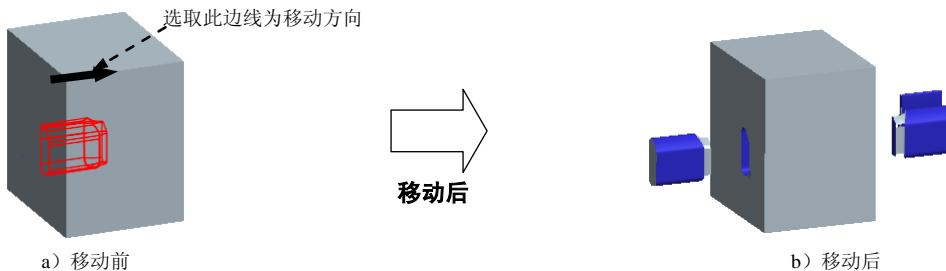

图 17.27 移动滑块
- (1) 选择 **模具** 功能选项卡 **分析** ▾ 区域中的 命令，系统弹出 **MOLD OPEN (模具开模)** 菜单管理器。
- (2) 在系统弹出的“菜单管理器”菜单中选择 **Define Step (定义步骤)** → **Define Move (定义移动)** 命令。
- (3) 选取要移动的滑块 1。
- (4) 在系统的提示下，选取图 17.27 所示的边线为移动方向，然后在系统的提示下输入要移动的距离值-250，然后按 Enter 键。
- (5) 在 **DEFINE STEP (定义步骤)** 菜单中选择 **Define Move (定义移动)** 命令。
- (6) 选取要移动的另一个滑块。
- (7) 在系统的提示下，选取图 17.27 所示的边线为移动方向，然后在系统的提示下输入要移动的距离值 250，然后按 Enter 键。